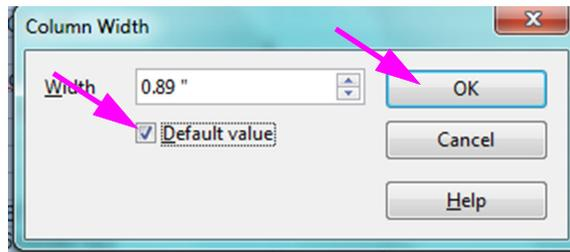

Figura D-7. Finestra di dialogo Column Width (Larghezza colonne)
- Viene visualizzata la finestra di dialogo Column Width (Larghezza colonne). Vedere la Figura D-7.